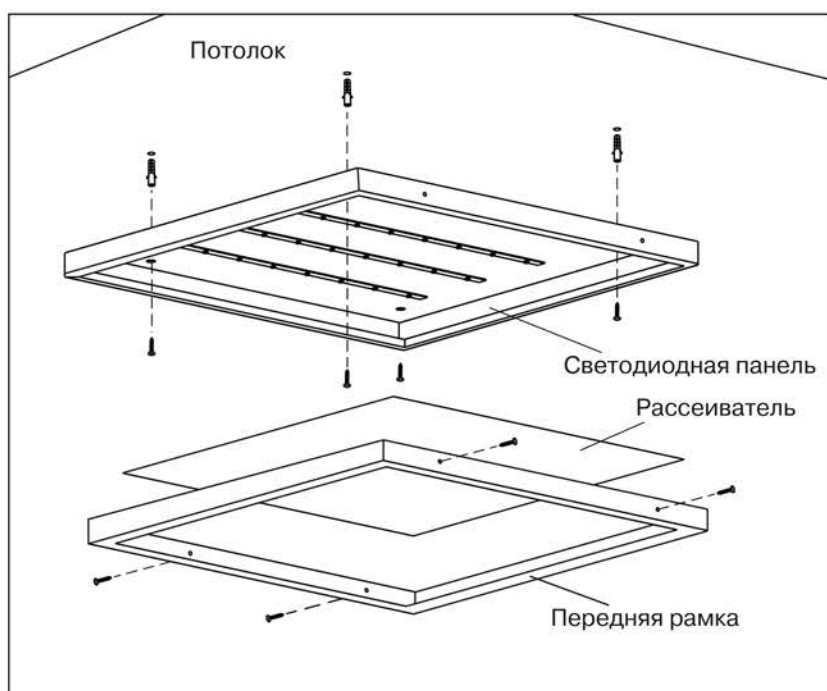

Рисунок 1
- фаза (L) – коричневый провод;
- нейтраль (N) – синий провод;
- защитный проводник (PE) – жёлто-зелёный провод.
- накладной монтаж производить непосредственно на поверхность потолка с креплением светодиодной панели через отверстия в корпусе (рисунок 1). Крепёж для накладного способа монтажа в комплекте не поставляется;